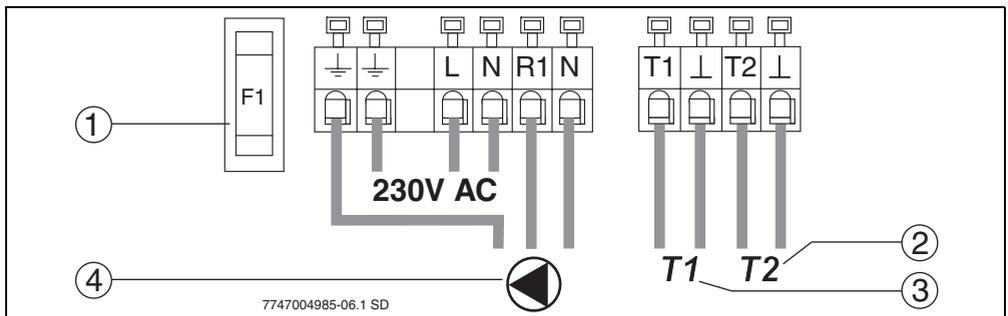

Bild 9 Anschlussplan
- Leitungen gemäß Anschlussplan (→ Bild 9) und Anwendung des Reglers (→ Tab. 1, Seite 5) anschließen.